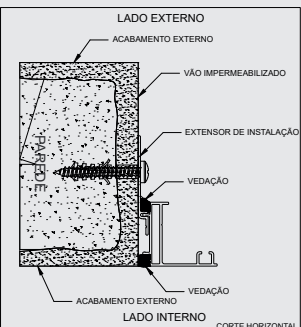

Figura 7 - Posicionamento da esquadria faceada
- c) Executar a vedação com material vedante (resina acrílica a base de água) de todo o perímetro pelo lado interno e externo da esquadria, (Conforme Figura 7).